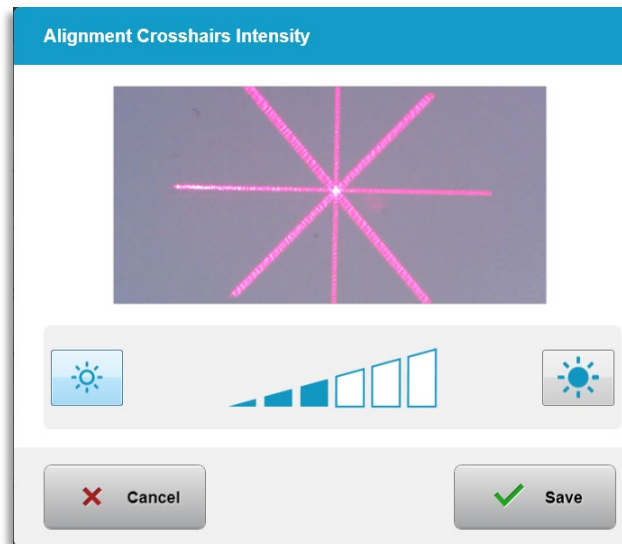

Bild 3-55. Intensitet vid inpassning av sikten
- Välj "Intensitet vid inpassning av sikten" (Alignment Crosshairs Intensity) från menyn Systeminställningar (System Settings) för att ändra ljusstyrkan för inpassningssiktorna. Skärmen som visas på bild 3-55 kommer att visas.